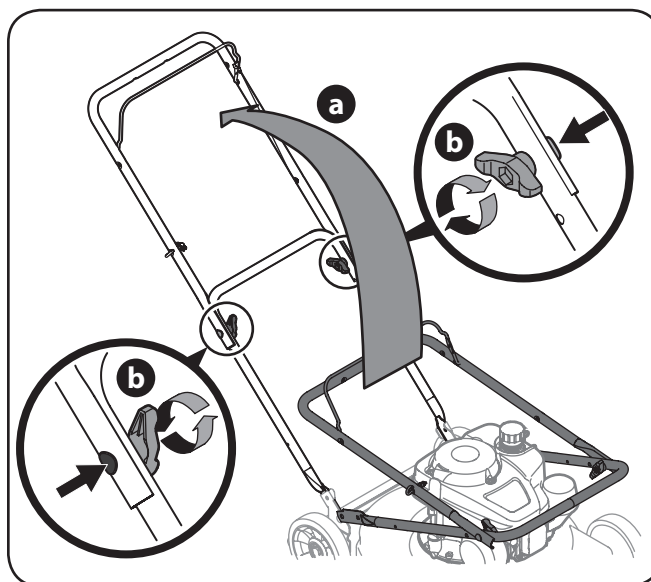

Figura 3-1
- Tire y retroceda la manija superior como se muestra en la Figura 3-1. Asegúrese de que la manija inferior esté asentada firmemente en los soportes de montaje de la manija. Asimismo, no prensa los cables mientras levanta la manija.